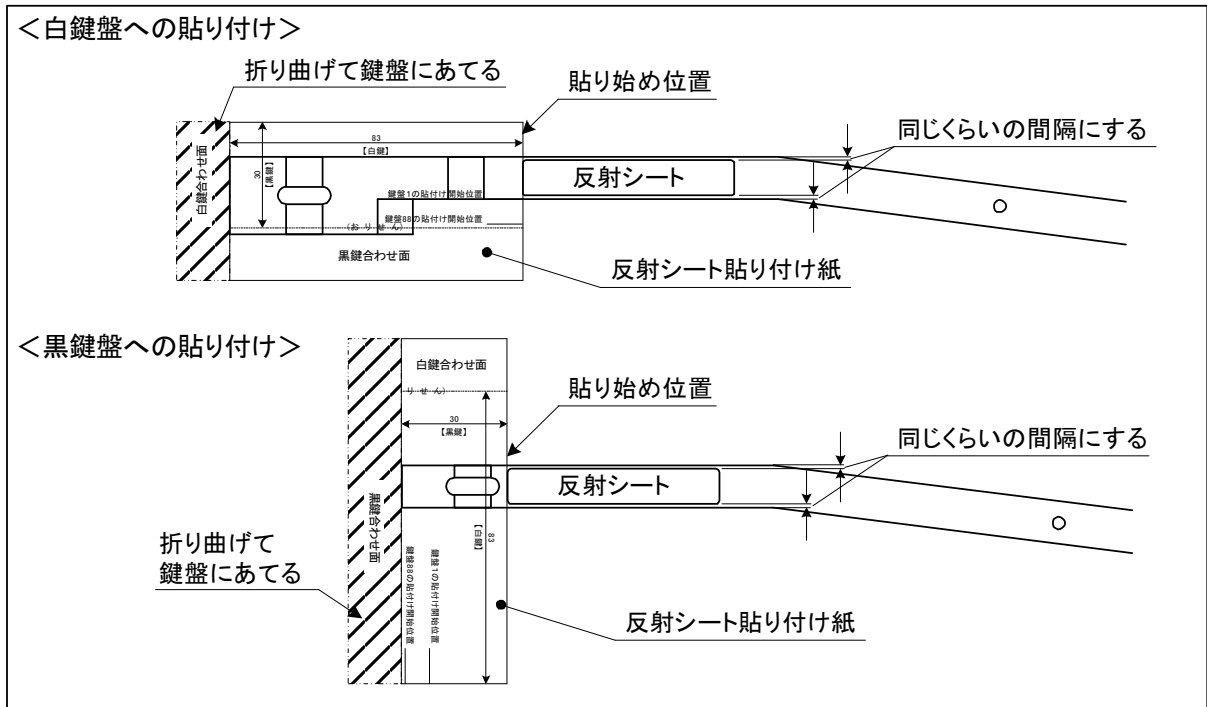
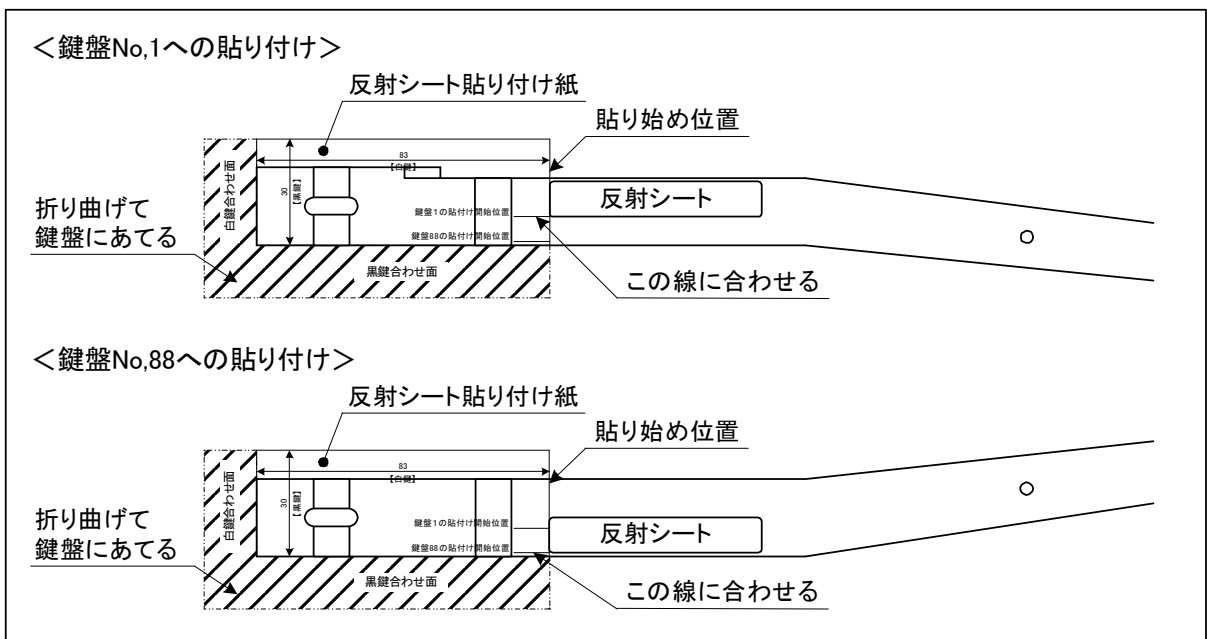

図3.3-7 反射シートの貼り付け
図3.3-8 白鍵No.1とNo.88への貼り付け
- (6) 白鍵盤と黒鍵盤から1本ずつを選び、反射シート貼り付け紙を用いて、反射シートを貼り付ける。反射シート貼り付け紙の白鍵盤は【白鍵合わせ面】、黒鍵盤は【黒鍵合わせ面】をそれぞれに折り曲げ、鍵盤の先端部に当てて、各鍵盤用の間隔を取り貼り付ける。(図3.3-7を参照)尚、鍵盤No.1とNo.88は反射シートを貼る場所の幅が広がっているので、図3.3-8のように、反射シート貼り付け紙の【白鍵合わせ面】と【黒鍵合わせ面】の両面を折り曲げ、鍵盤の先端部と側面部の両面に当てて、鍵盤先端からと側面の両方向から間隔を取って貼り付ける。
(7) 反射シートを貼り付けた鍵盤をピアノに取り付け、キーボードユニットのセンサーと反射シートの位置関係を確認する。反射シートの下にセンサーがある場合は、図3.3-7と図3.3-8の要領で全ての鍵盤に反射シートを貼り付ける。もし、センサーが外れている場合は、センサーに合わせて反射シートの位置を変えて貼り直し、残り全ての鍵盤も同じ位置に貼り付ける。